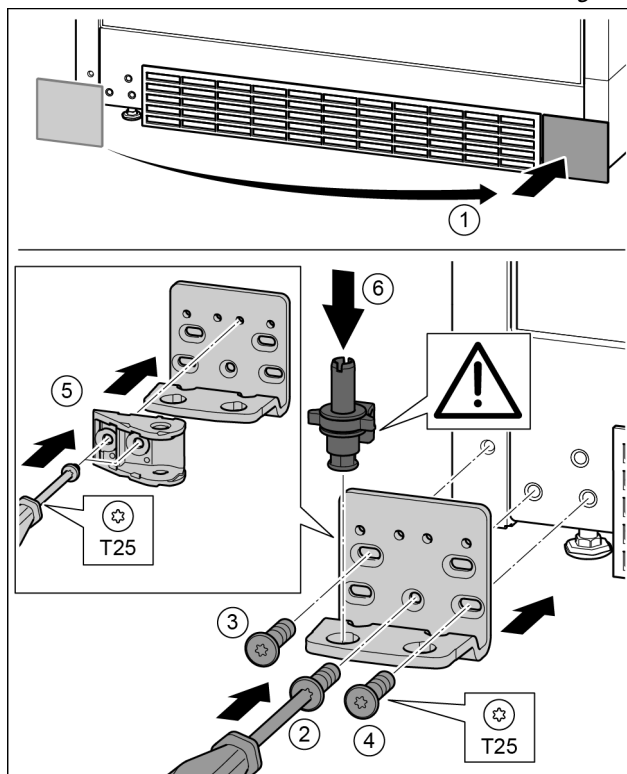

Fig. 32
- ▶ Снять крышку и поставить с другой стороны. Fig. 32 (1)
- ▶ Установить опорный кронштейн с другой стороны и прикрутить с помощью отвертки T25. Начинать с винта 2 в центре. Fig. 32 (2)
- ▶ Затянуть винты 3 и 4. Fig. 32 (3, 4)
- ▶ Повернуть соединительный элемент амортизатора закрывания дверей на 180°. Прикрутить с другой стороны опорного кронштейна с помощью отвертки T25. Fig. 32 (5)
- ▶ Снова установить опорный палец в сборе. При этом следить за тем, чтобы выступ фиксатора был направлен назад. Fig. 32 (6)